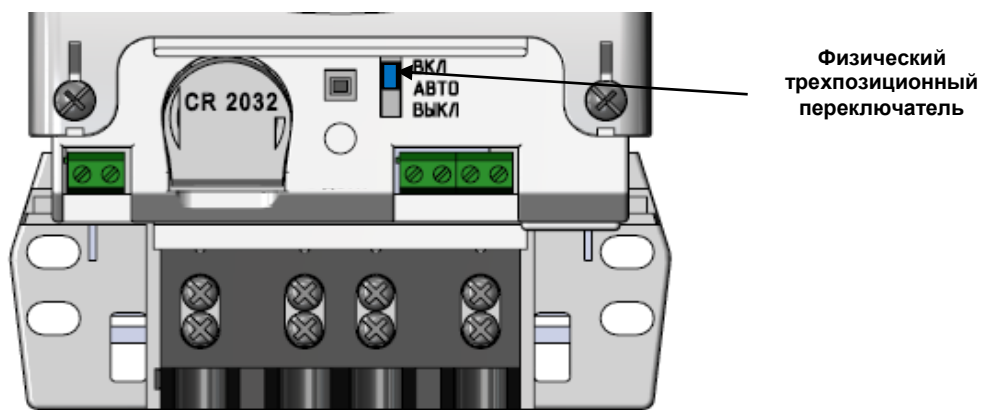

Рисунок 12 – Исполнения счетчиков CE208 S7 с трехпозиционным переключателем
- жидкокристаллический индикатор (1);
- световой индикатор функционирования «СЕТЬ» (2);
- один световой индикатор учета активной энергии (A) и один световой индикатора учета реактивной энергии (R) (3);
- кнопка "КАДР" (4);
- кнопка "ПРСМ" (5);
- "ДСТП" (прозрачная крышка зажимов) (6);
- трехпозиционный физический переключатель (см. рисунок 12);
- элементы оптического порта (7);
- прозрачная крышка зажимов (8).